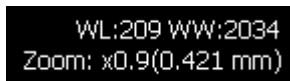

Рис. 52. Ширина и выравнивание окон и масштабирование
**онтрастность и масштабирование.** Значения ширины и выравнивания окон и коэффициента масштабирования отображаются в нижнем правом углу каждой области отображения, как показано ниже на рис. 52